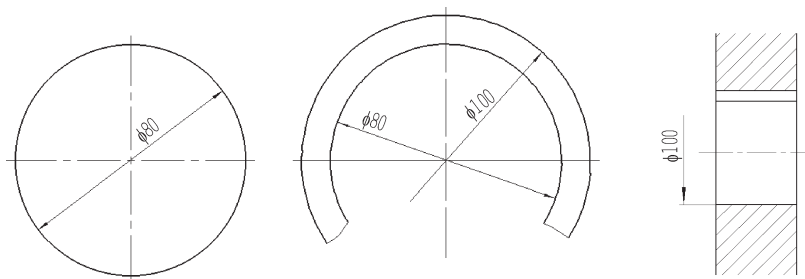
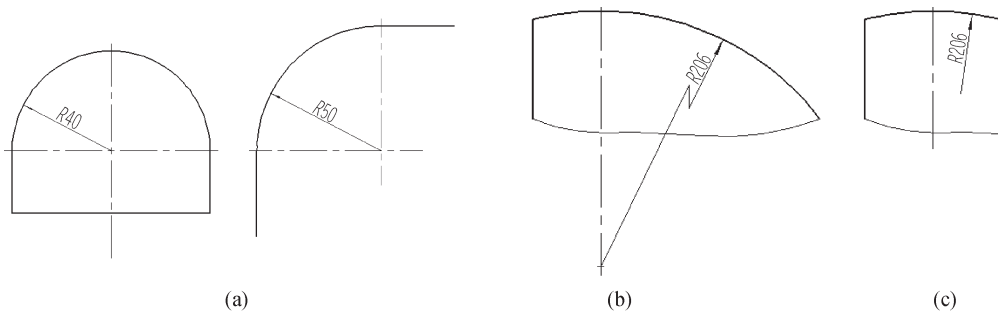

图 1-10 直径的标注方法
图 1-11 半径的标注方法
(3) 标注直径时,在尺寸数字前加注符号“ ϕ ”,标注半径时,在尺寸数字前加注符号“ R ”。若圆弧大于 180° 时,应标注直径符号“ ϕ ”,如图 1-10 所示。若圆弧小于等于 180° 时,应标注半径符号“ R ”,如图 1-11 所示。标注球面直径和半径时,应在符号“ ϕ ”和“ R ”前加符号“ S ”,如图 1-12 所示。